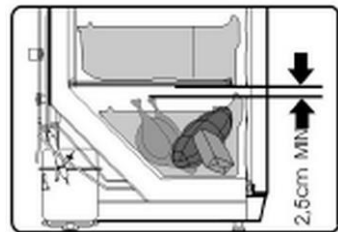

Abb. 6
4. Halten Sie einen Mindestabstand von 2,5 cm zwischen dem einzufrierenden Produkt und der Zwischenwand oben ein (Abb. 6).